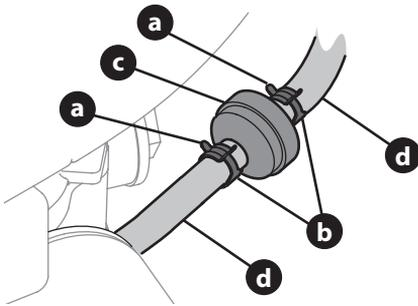

Figura 15
- Use pinzas para agarrar las pestañas (a) de las abrazaderas (b), a continuación, aleje las abrazaderas del filtro de combustible (c) (Figura 15).